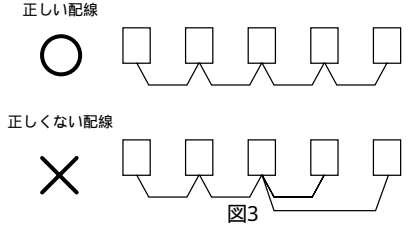

図3
(4)RS485伝送路は、各局間を渡り配線してください。タコ足配線(分枝)はできません。(図3)